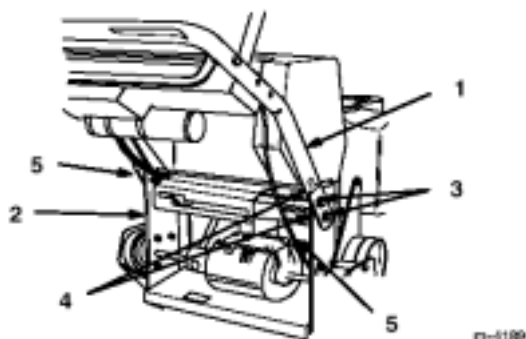

图4
- 2、两侧用(2) 3/6—16×1”(26mm)法兰螺栓和法兰螺母旋紧固定。螺栓扭矩位5ft.1b(34N.m) (图4)
- 3、将电线束及控制拉线导入机架。(图4)